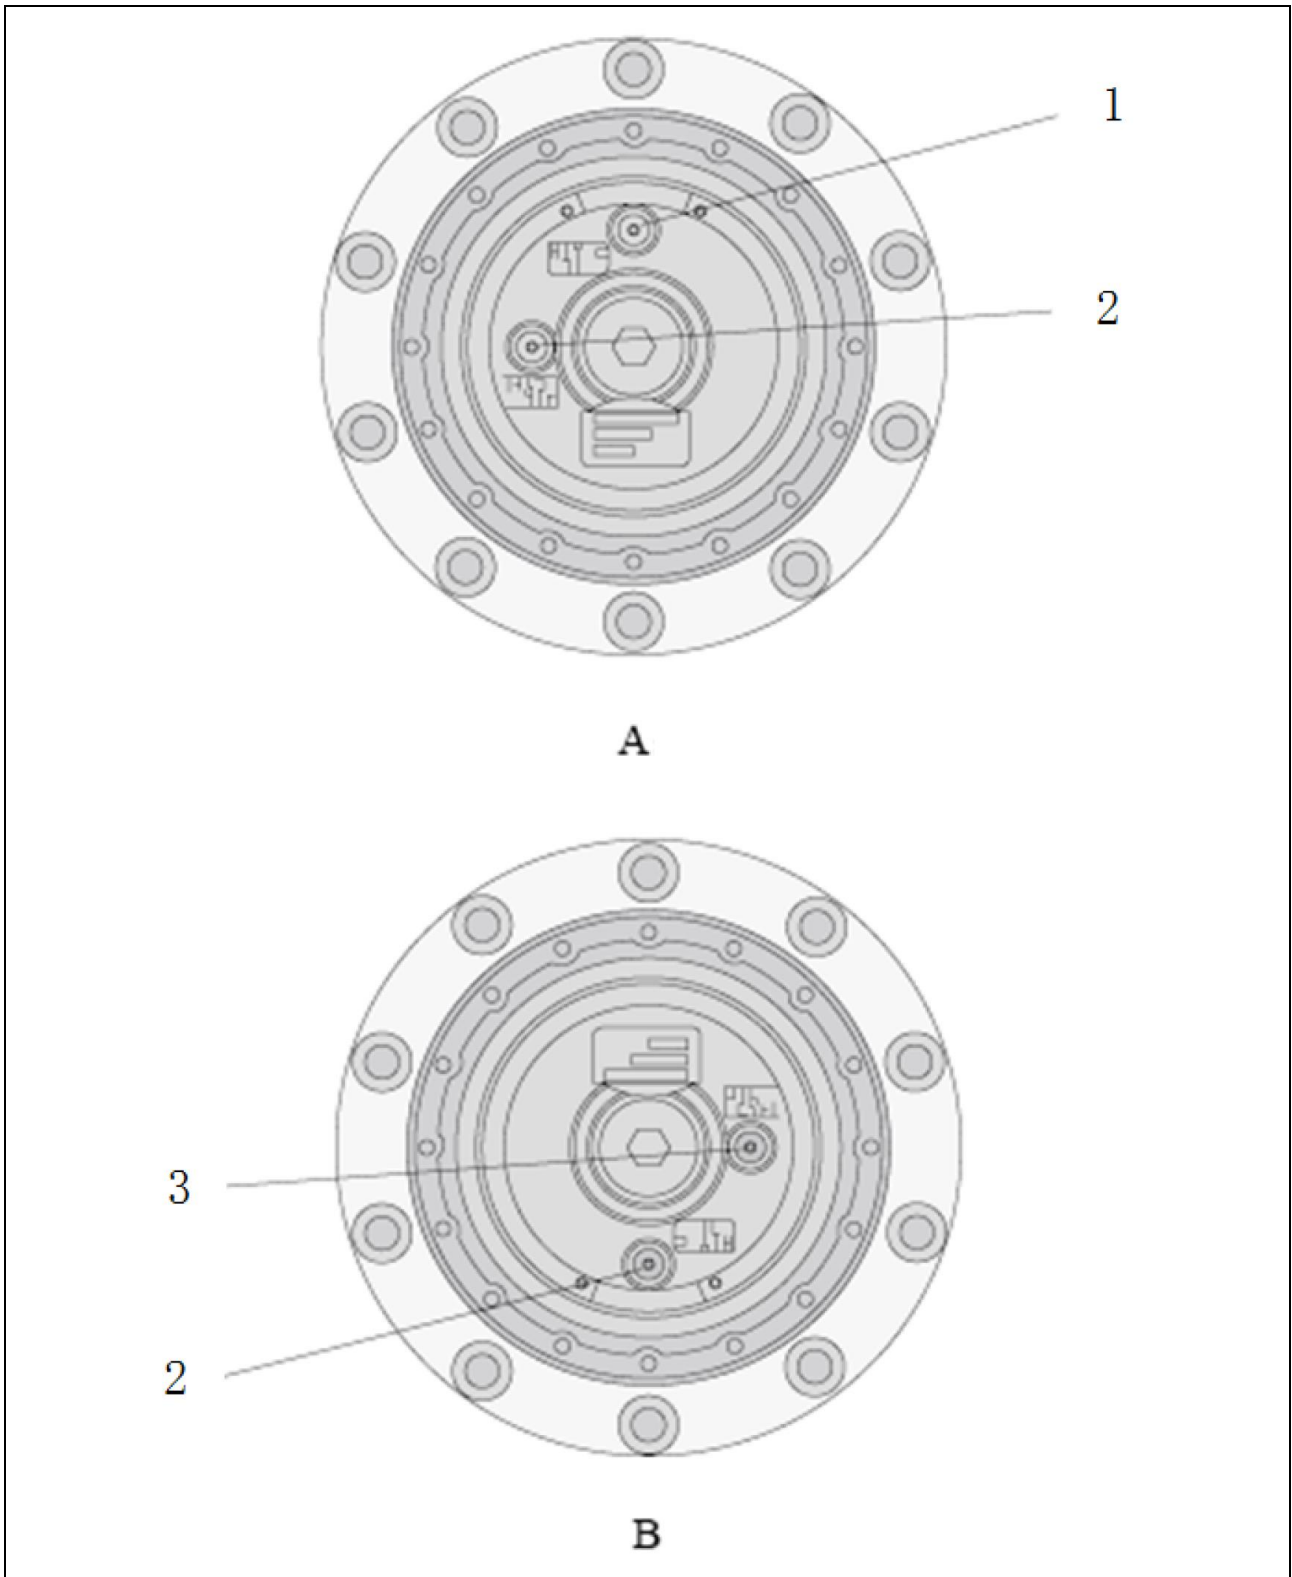

Figura 4-9 Diagrama esquemático de enchimento de óleo do redutor de viagem
Veja a Figura 4-9 para a posição de enchimento de óleo e as etapas de operação são as seguintes:
- 1) Gire o redutor até que o bujão horizontal "nível de óleo" fique na horizontal, conforme mostrado em a na Figura 4-9.
Consulte a Figura 4-9 para a localização de drenagem de óleo:
- 1) Gire o redutor até que o bужão horizontal "nível de óleo" fique na horizontal, conforme mostrado em B na Figura 4-9.